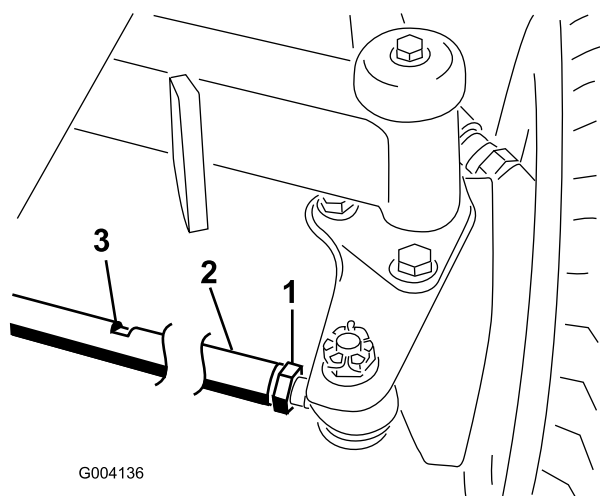

Figura 61
2. Allentate il controdado da ciascun lato del tirante (Figura 61).